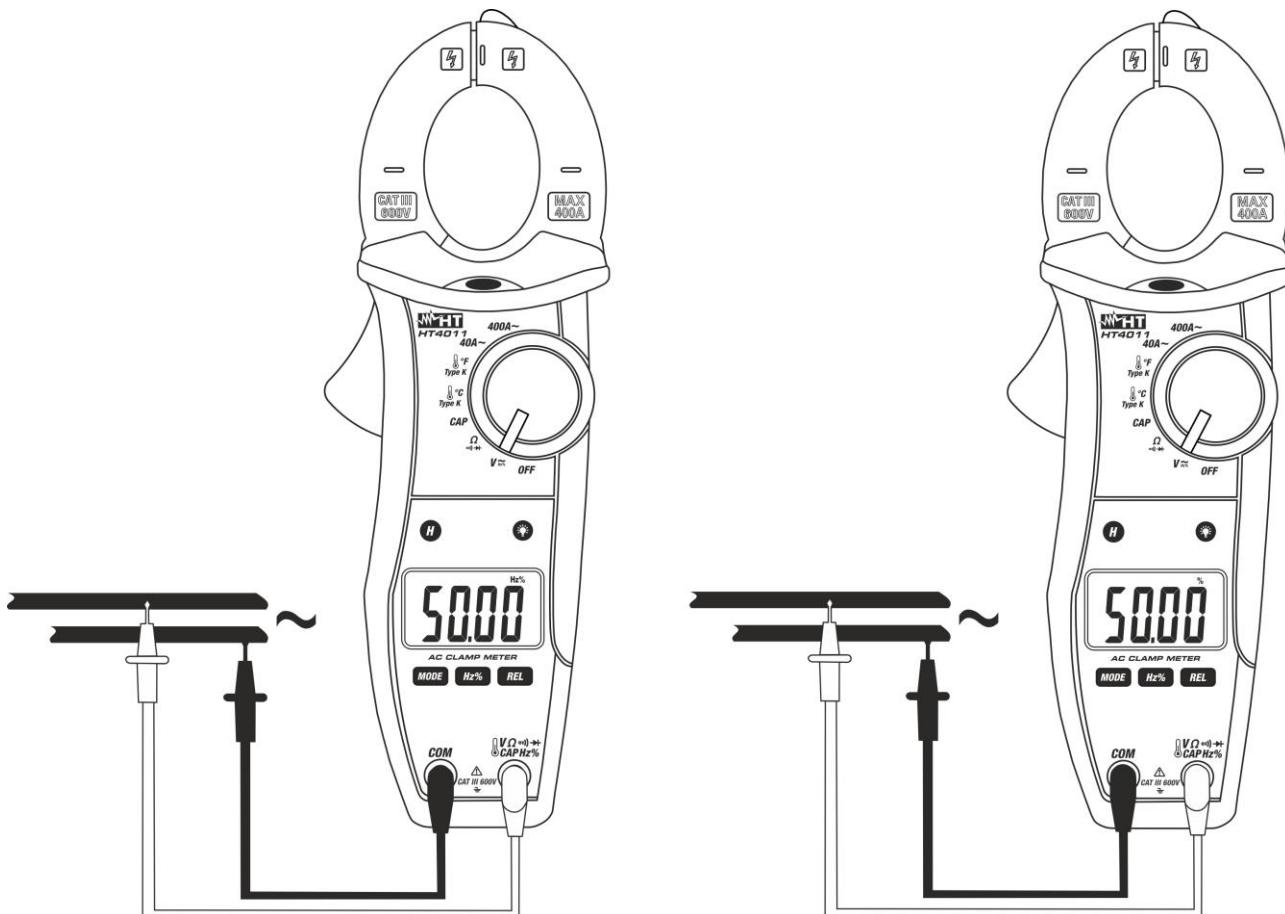

Abb. 5: Verwendung der Zange für Frequenz- und Duty Cycle-Messungen
- Stellen Sie die Messleitungen in die gewünschten Punkte des zu messenden Kreises für die Frequenzmessung mit Messleitungen. Der Wert der Frequenz (Hz) (siehe Abb. 5 linke Seite) oder des Duty Cycle (%) (siehe Abb. 5 rechte Seite) erscheint auf dem Display.